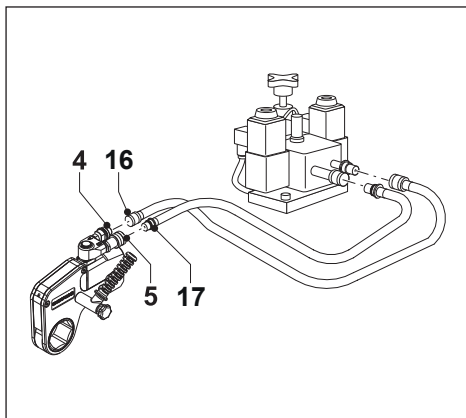

Fig. 8
3.5 Koble til slangene (fig. 8)